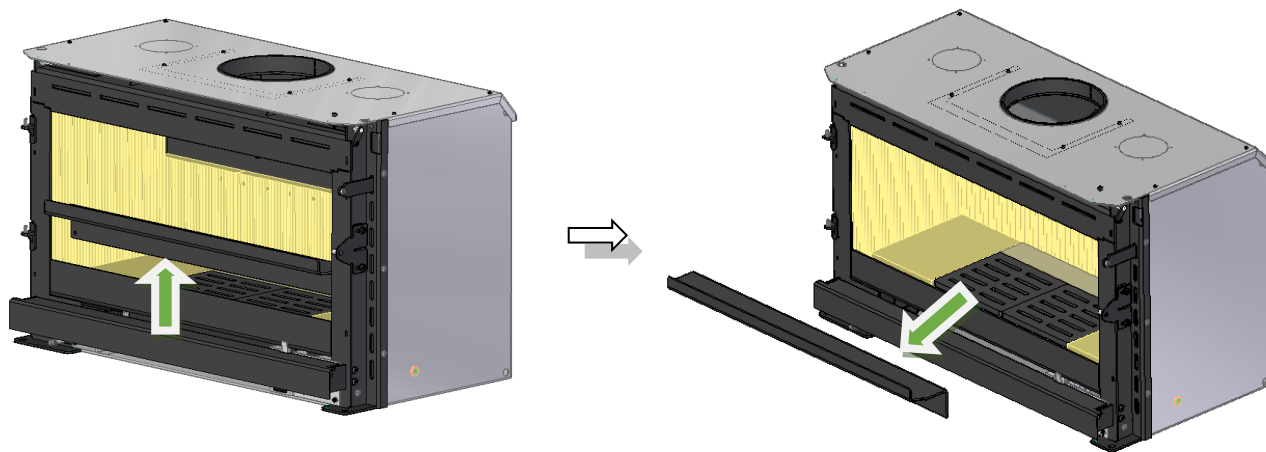

Figure 37 – Retirer le déflecteur de cendres
1. Retirez le déflecteur de cendres en le déplaçant vers le haut, Figure 37.